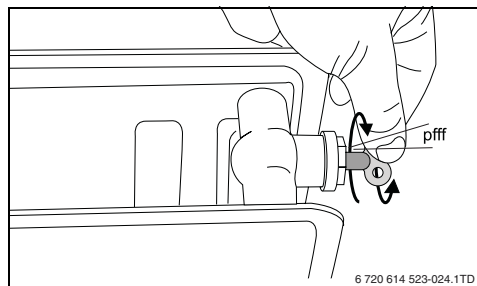

Fig. 8 Ontluchten verwarmingslichamen
- Ontlucht alle verwarmingslichamen (radiatoren, convectoren etc.) in de cv-installatie. Begin hierbij op de laagste verdieping in het pand, en ga steeds één verdieping hoger. Hierbij komt een klein beetje cv-water vrij. Houd daarom emmer of dweil bij de hand (→ fig. 8).